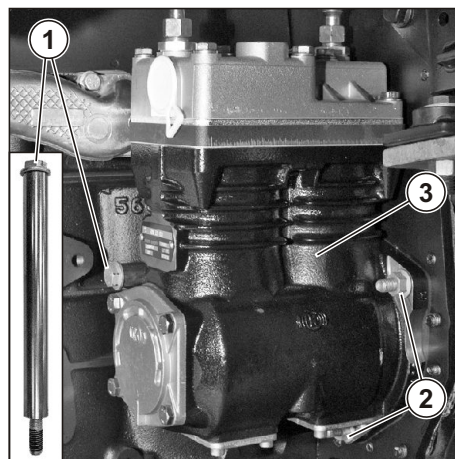

Рис. 27. Снятие компрессора воздушного.
3.24. Снятие компрессора воздушного. (см. Рис. 27)